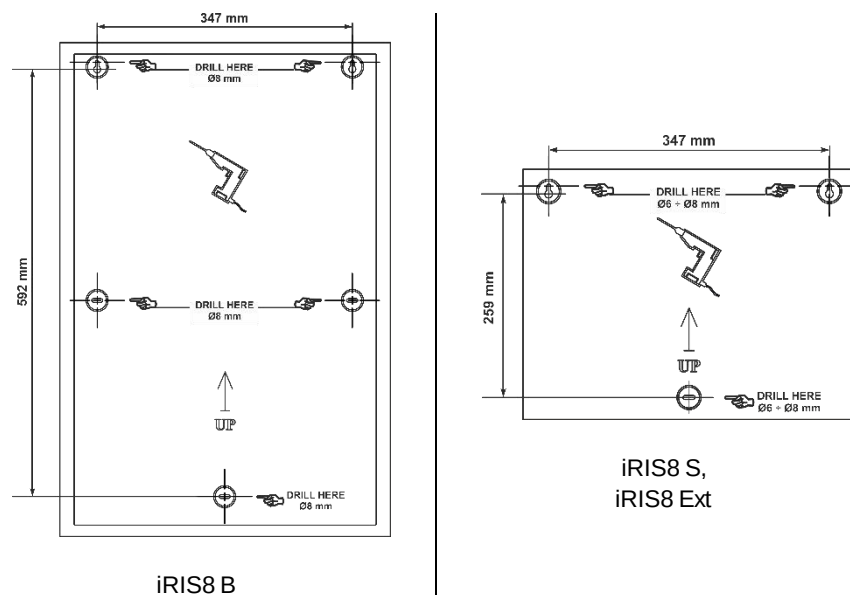

Figura 4
- Pentru montarea pe perete, folosiți șablonul din hârtie pentru a marca găurile de montare – Figura 4.